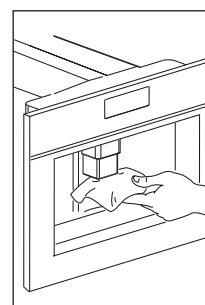

Abb. 36
- ▶ Reinigen Sie die Ausläufe regelmäßig mit einem Schwamm (Abb. 36).